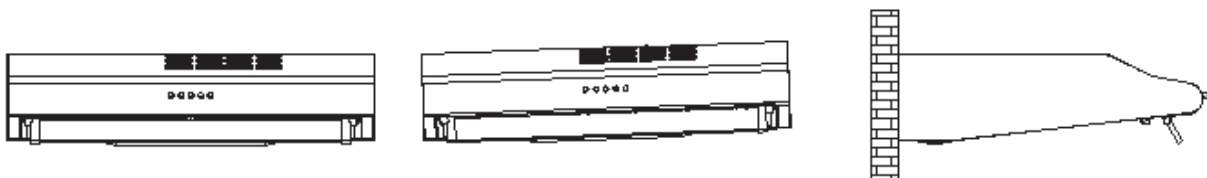

Figura 7
- A fin de permitir que el aire sea expulsado correctamente, puede doblar el tubo de escape  $\geq 120^\circ$ , con el punto final paralelo o a mayor altura que el punto de partida. Asegúrese de que el cuerpo de la campana de cocina está nivelado y evite cualquier inclinación, como se muestra en la figura 7.